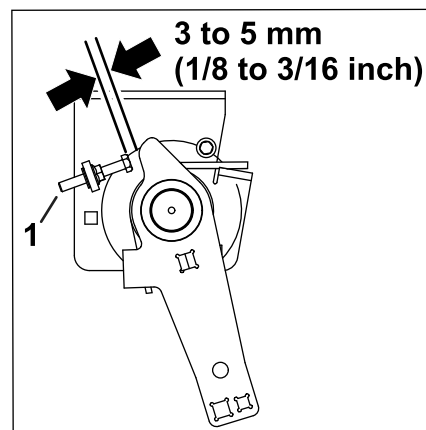

Figura 8
8. Ajuste o parafuso para a dimensão mostrada na Figura 8.